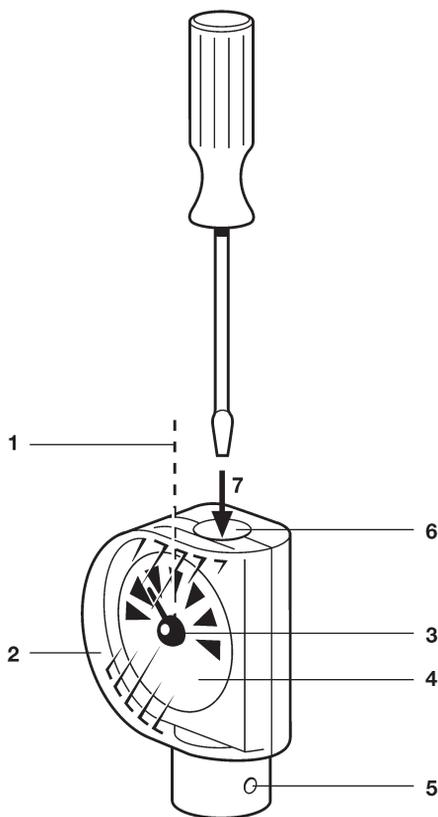

Fig. 6
Per quanto riguarda le seguenti istruzioni fare riferimento alla Fig. 6. Il sensore è spedito con la regolazione al limite superiore e dovrà essere posto sulla graduazione intermedia (1) in impianto. Per effettuare la regolazione secondo i requisiti richiesti, inserire un cacciavite di dimensioni adatte nel comando di regolazione (7) sull'estremità del quadrante dell'indicatore. Una rotazione in senso orario abbasserà la temperatura, in senso antiorario la alzerà. Dopo avere messo in servizio l'impianto, confrontare il valore letto sul termometro con il valore letto sulla scala del controllo di temperatura. Si può riscontrare una differenza di alcuni gradi, ma se è richiesta una indicazione più accurata si può effettuare una regolazione regolando la scala come segue:
1. Smontare il coperchio anteriore trasparente (2) della testa dell'indicatore e ruotare manualmente l'indicatore (3) finché esso corrisponda alla temperatura effettiva.
2. Montare il coperchio trasparente (2).